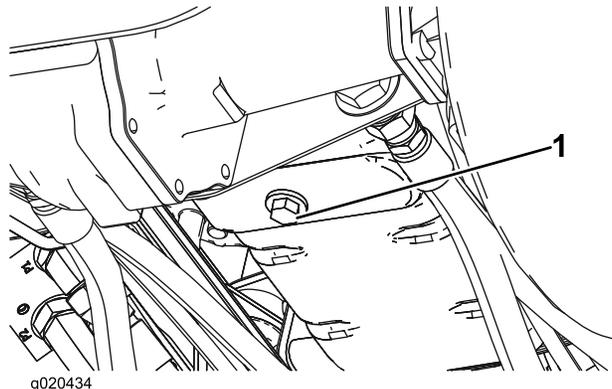

Figura 49
1. Togliete il tappo di spurgo (Figura 49) e lasciate defluire l'olio in una bacinella. Quando tutto l'olio cessa di defluire, rimontate il tappo.